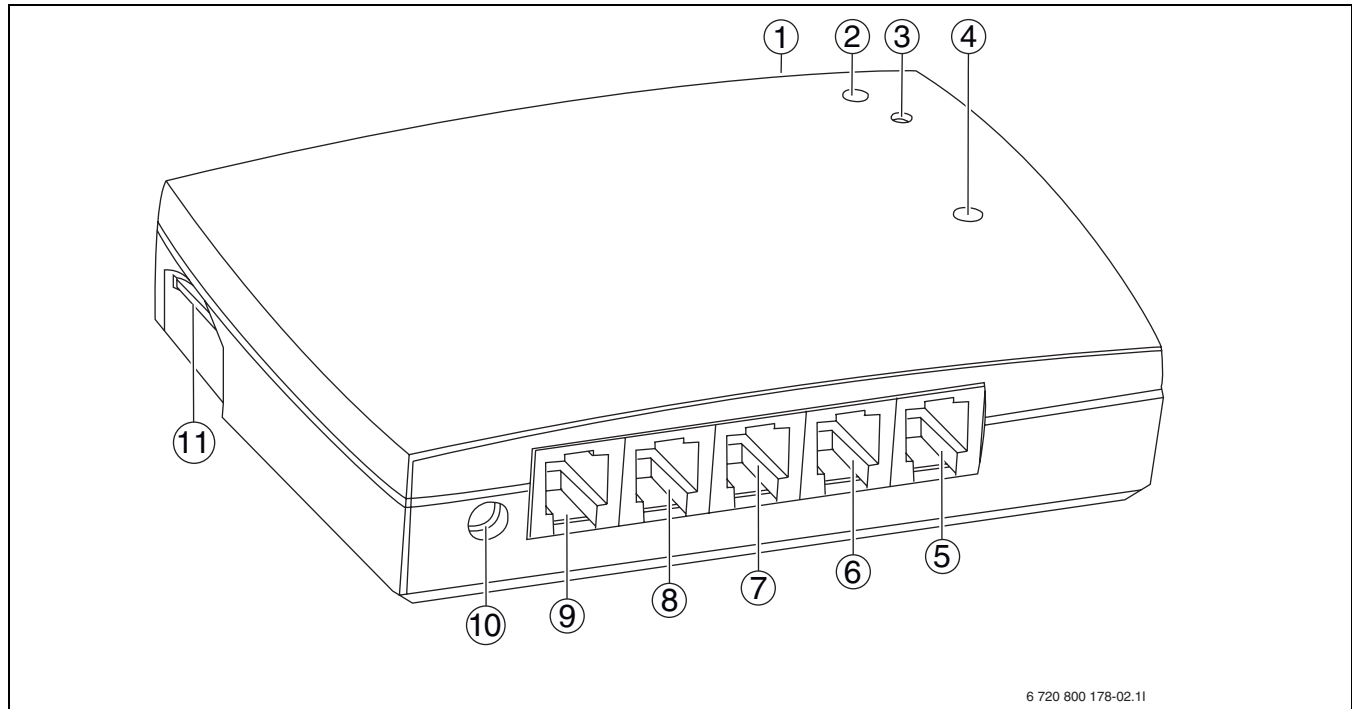

Fig. 38 GSM Control Unit oversikt
Den ene LED-lampen (→ [4] Fig. 38) på GSM Control Unit indikerer ulik status for GSM Control Unit avhengig av hvordan lampen blinker. (→ Tab 71)
Når strømmen er koblet til, tenner GSM Control Units gule LED-lampe (→ [4] Fig. 38) midlertidig for deretter å slukke.
- ▶ Trykk på tilkoblingsknappen (→ [3] Fig. 38) på GSM Control Unit inntil LED-lampen (→ [2] Fig. 38) lyser grønt
Tilkoblingsknappen (→ [3] Fig. 38) kan også brukes til avstengning av GSM Control Unit.
- ▶ Trykk inn knappen i 5 sekunder, LED-lampen (→ [2] Fig. 38) lyser da rødt, slipp knappen